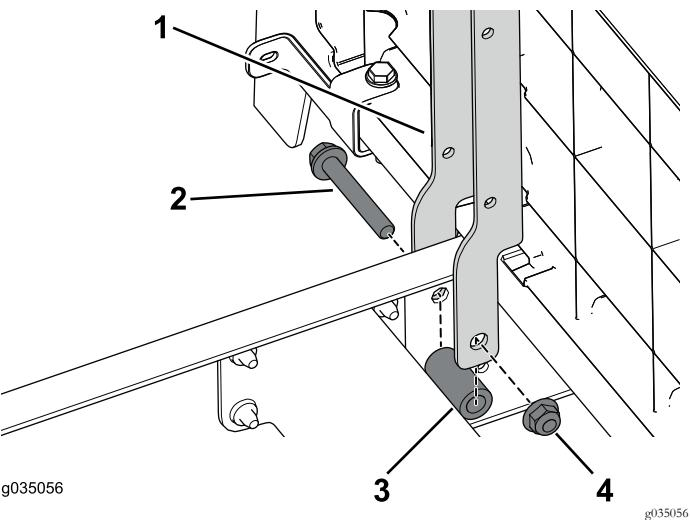

Figure 37
1. Fixez les supports de siège sur la section avant de la machine à l'aide des 2 boulons (3/8" x 2 1/2"), entretoises et écrous à embase (Figure 37).